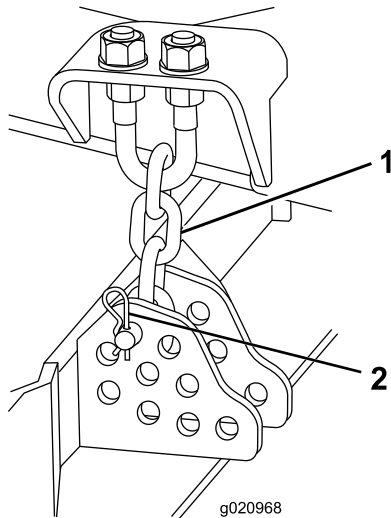

Figure 19
9. Enlevez la goupille fendue et l'axe de chape qui fixent les chaînes de hauteur de coupe à l'arrière du plateau (Figure 19).